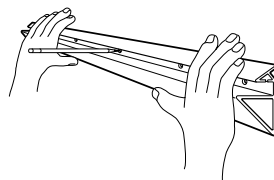

Figure 1
Étape 1: Déterminez l'emplacement de la tablette et marquez le trou central à l'aide du support mural, tel qu'illustré à la **Figure 1**.